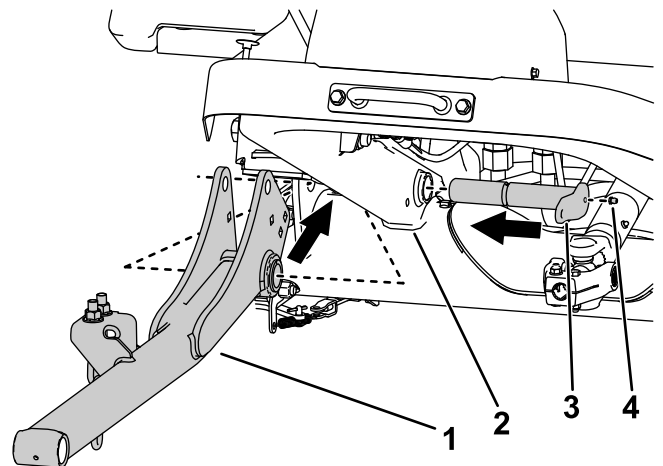

Figure 5
2. Utilisez 2 grands axes pour installer les bras de levage sur le cadre de la machine (Figure 5).
3. Installez les graisseurs sur les grands axes (Figure 5).